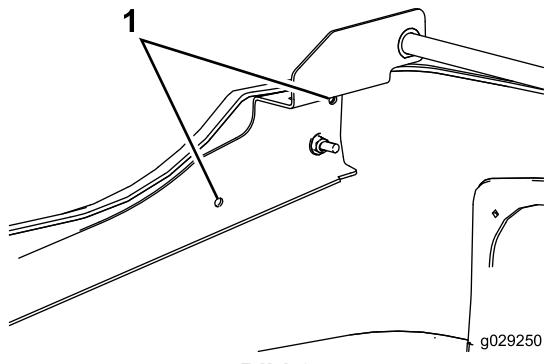

Bild 3
8. Verwenden Sie die linke und rechte Scharnierhalterung der Haube und eine Schablone und bohren Sie zwei 8,5 mm große Löcher in jede Seite der Motorhaube (Bild 3).